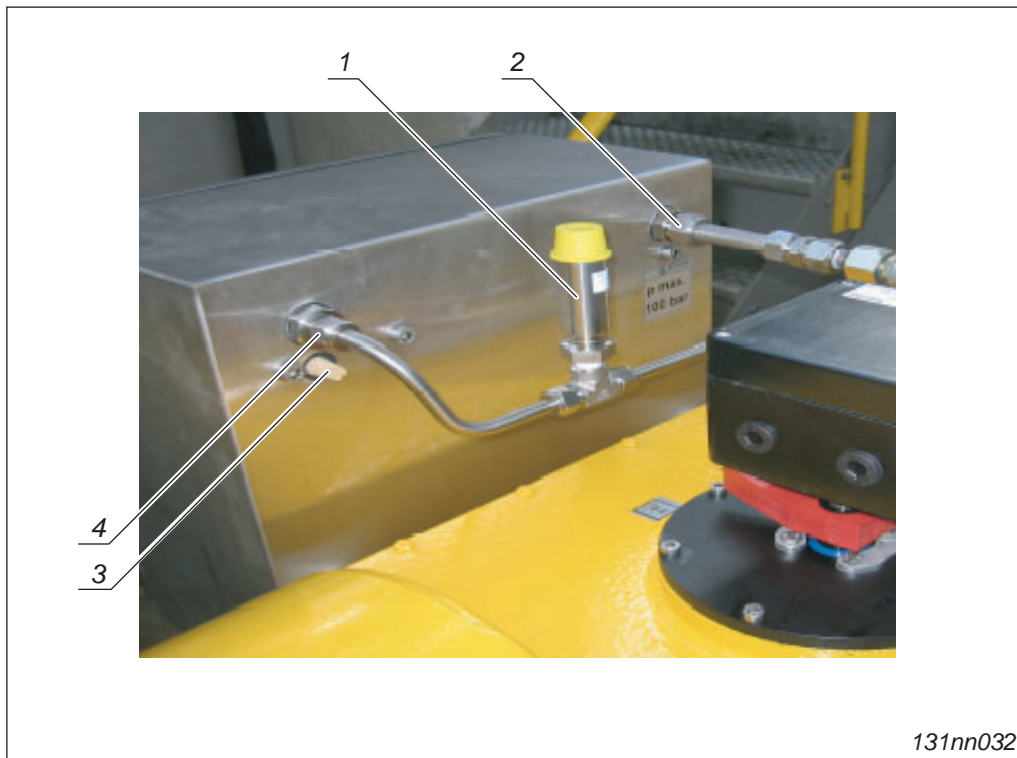

Fig. 3-11 Schaltschrank der Hochdrucksteuerung (Ausführung kann variieren)
3. Sicherstellen, dass die Entspannungsleitung (→ Seite 3-19, Fig. 3-11, Pos. 3) der Steuerung frei und nicht verschlossen oder verstopft ist.